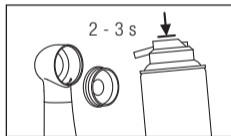

Fig. 38
- ➎ Vaporisez du PANA SPRAY Plus dans la tête pendant 2 à 3 secondes. Vaporisez-en également brièvement dans le capuchon de la tête (Fig. 38).